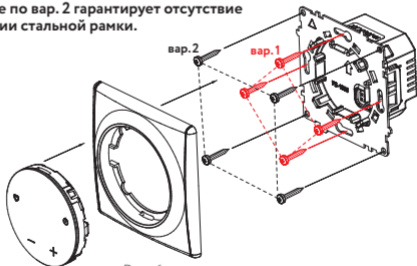

Рис. 6
2. Установить блок питания в монтажную коробку в стене (рис. 6).